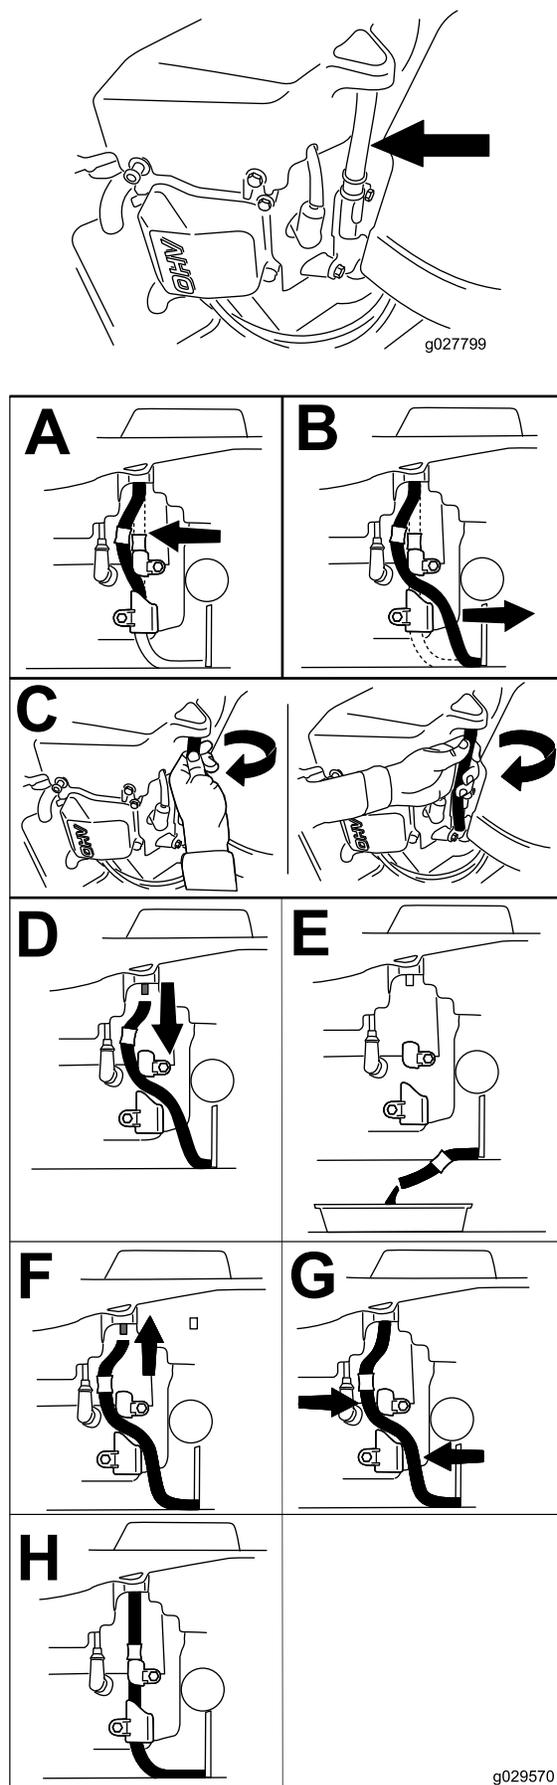

Figura 43
4. Spurgate l'olio dal motore (Figura 43).